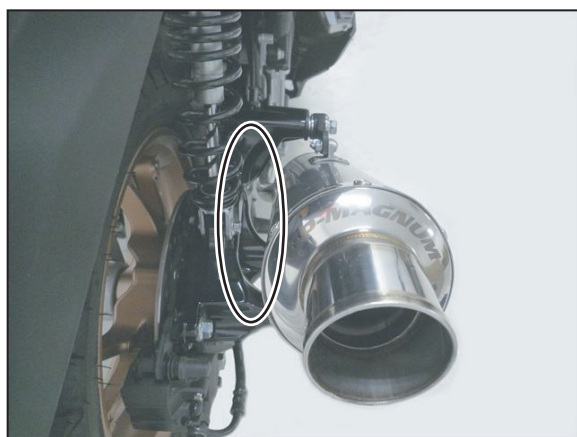

FIG. 13
9. 車両後方から見てサイレンサーの傾きやマフラーと車両のクリアランスを調整し、エキゾーストパイプ（ポート部）→エキゾーストパイプ（ステー部）→車両取り付け部→サイレンサーステーの順に規定トルクで締め付けて下さい。(FIG. 13, 14 参照)